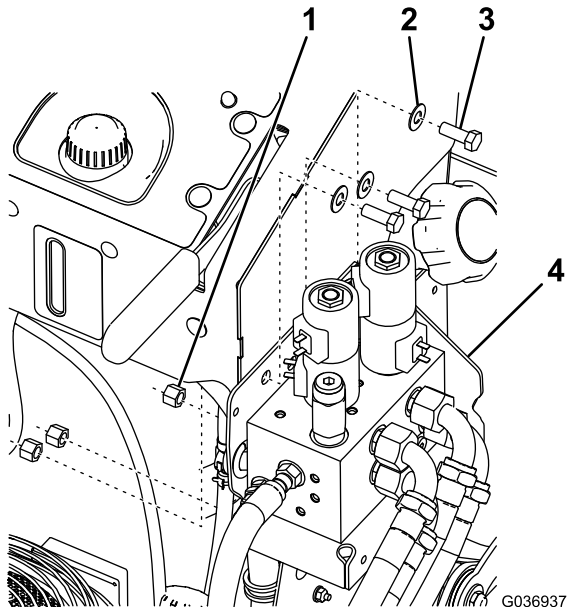

Figura 6
3. Monte el distribuidor hidráulico en la máquina con 3 pernos de cabeza hexagonal (3/8"), 3 arandelas planas (3/8"), y 3 contratuercas de nylon (3/8"), según se muestra en Figura 6.